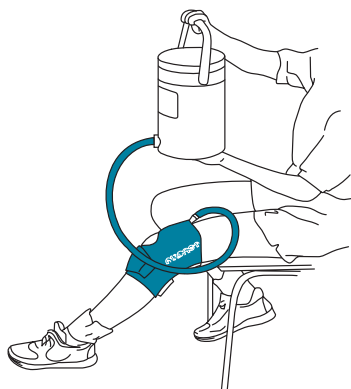

Figura 3
**3. Riempire e pressurizzare il manicotto Cryo/Cuff (Figura 3)**